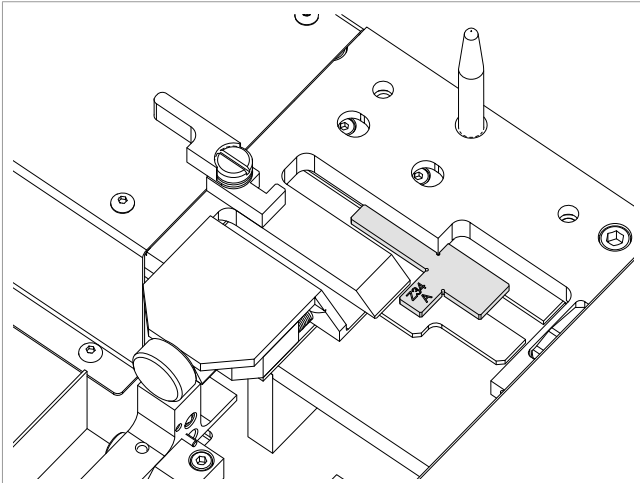
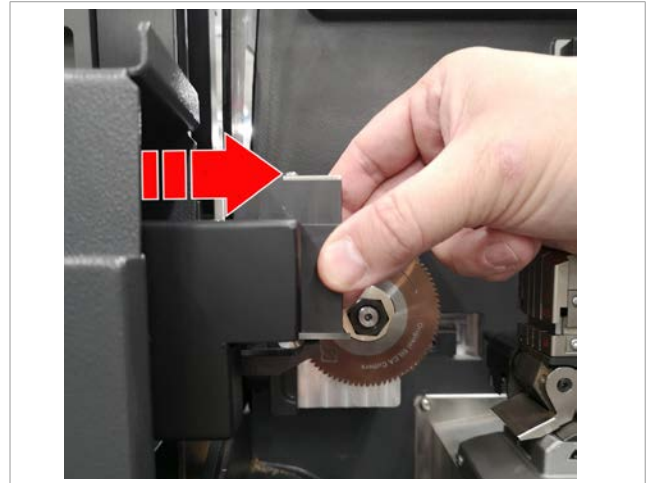
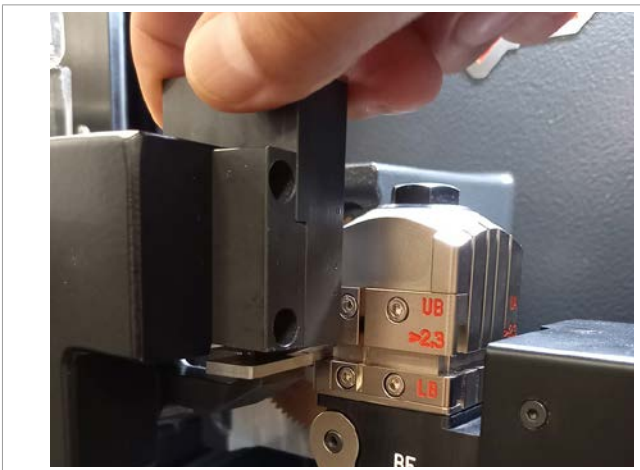
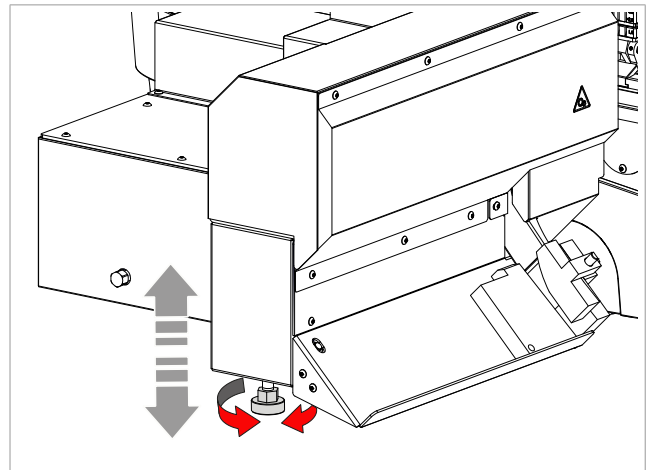

Bild 116
Bild 117
Bild 118
Bild 119
- 3) Die Maschine mit dem Hauptschalter (B) einschalten und das Verfahren auf dem Display befolgen:
- 6) Die Schablone Z34 einsetzen (Seite A) (Bild 116).
- 14) Den Schieber manuell in Richtung des Spannbackens bewegen (Bild 117) und überprüfen, dass die Schablone Z34 in den Spannbacken passt (Bild 118). Tut sie das nicht, ist es erforderlich, den Stellfuß zu regulieren (Bild 119).
- 3) Die Schablone Z34 einsetzen (Seite A) (Bild 116).
- 11) Den Schieber manuell in Richtung des Spannbackens bewegen (Bild 116) und überprüfen, dass die Schablone Z34 in den Spannbacken passt (Bild 118). Tut sie das nicht, ist es erforderlich, den Stellfuß einzustellen (Bild 119).